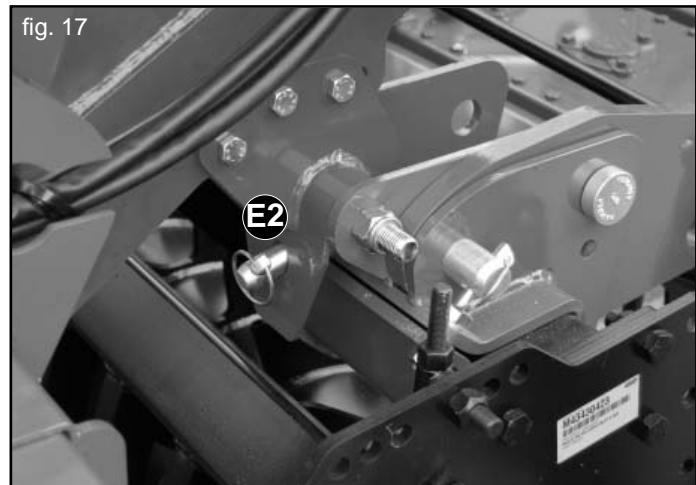

fig. 17
- 4) Riposizionare i perni di sicurezza con le apposite spine a scatto (E2, Fig. 17).